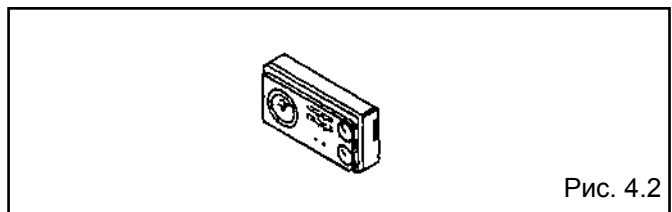

Рис. 4.2
- если к агрегату подключен комнатный регулятор температуры или терморегулятор, то нужно убедиться, что они включены и настроены на нужную температуру (~20°C) (рис. 4.2);